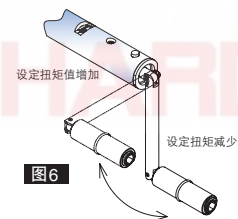

图6
例4 QLE2/CLE2/DQLE2/PHLE2时 (图6,7)
- ① 卸下加长手柄 动调 工具。(图6) 顺时 旋 调 工具扭矩 加, 逆时 旋 扭矩 减少。